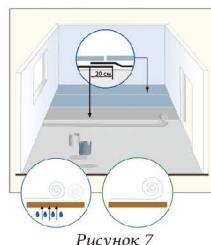

Рисунок 7
8. Если Вы укладываете ламинат на бетонное основание, то Вам потребуется полиэтиленовая пленка для обеспечения пароизоляции от остаточной влажности Вашей стяжки. После этого расстилается звукоизглощающая подложка толщиной не менее 2, но не более 3 мм, уже на которую осуществляется монтаж ламината. В случае монтажа на линолеум или деревянное покрытие пароизоляция не требуется (см. рис. 7).